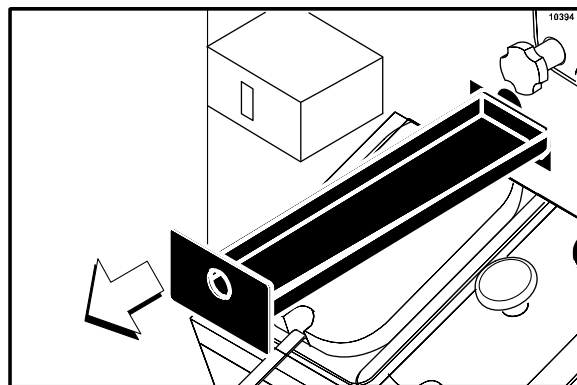

Figura 106
- Remova a pingadeira longa do painel frontal. Leve-a ao tanque para a limpeza. (Veja a Figura 106.)